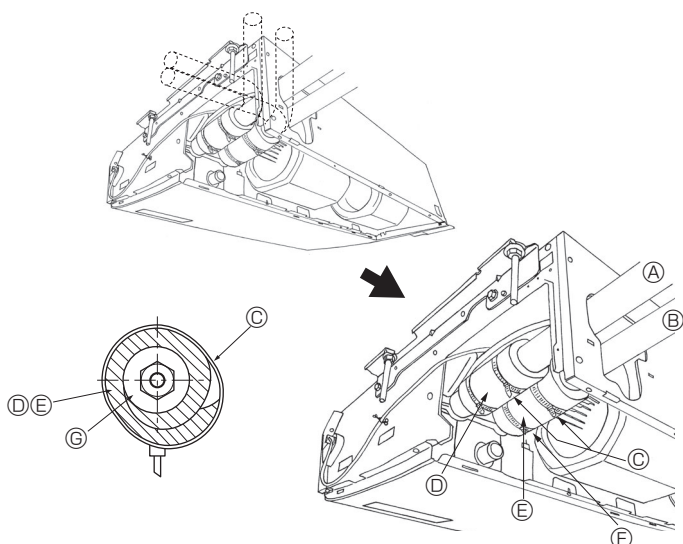

Fig. 4-3
4.3. Indendørs enhed (Fig. 4-3)